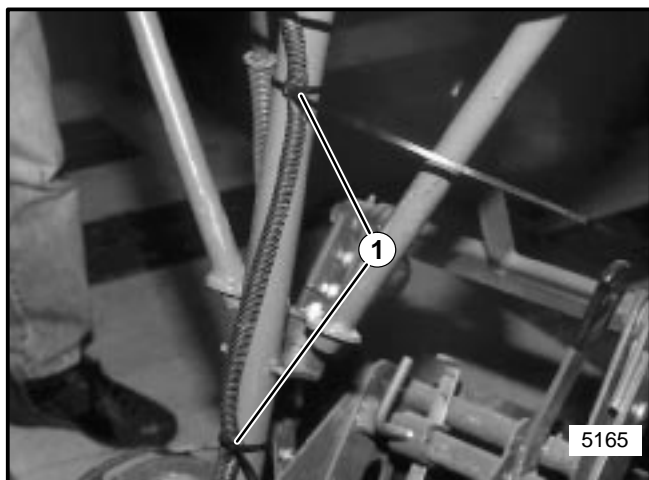

FIGUUR 14
17. Voor Honda motoren moet de gasklep-kabel door de gasklep-steun gevoerd worden, zoals getoond in figuur 14. De borst van het kabeleinde moet als getoond tegen het eind van de gasklep-steun geplaatst worden. Maak de gasklep-steun vast en verzeker dat u deze niet te vast draait.